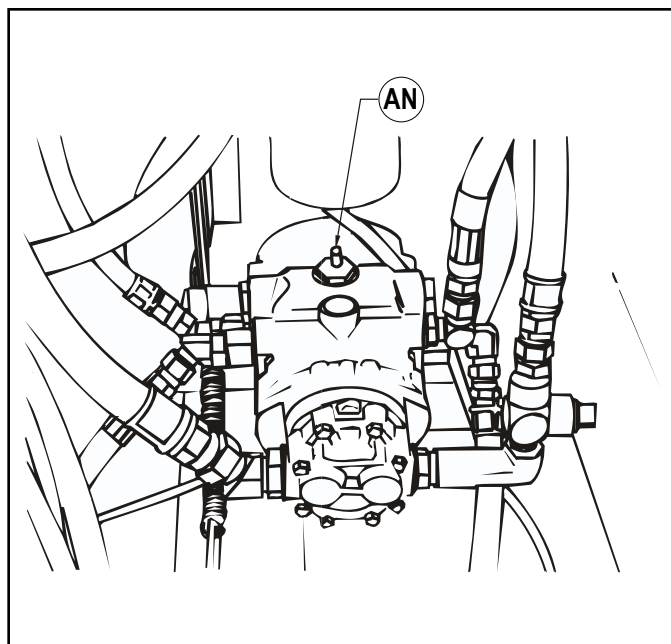

FIGURE 21
INSTRUCTIONS DE REMORQUAGE (VOIR FIGURE 21)
1. Repérez le bout d'arbre de commande de remorquage (**AN**) comme illustré à la Figure 21 (voir flèche).